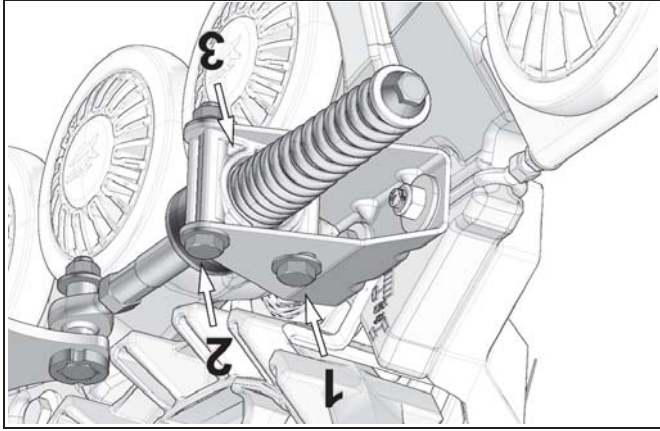

Figure 10
- Desserer les boulons (1) et (2) de l'ancrage anti-pivot afin de permettre à la pièce de support (3) de pivoter. Voir la Figure 10.